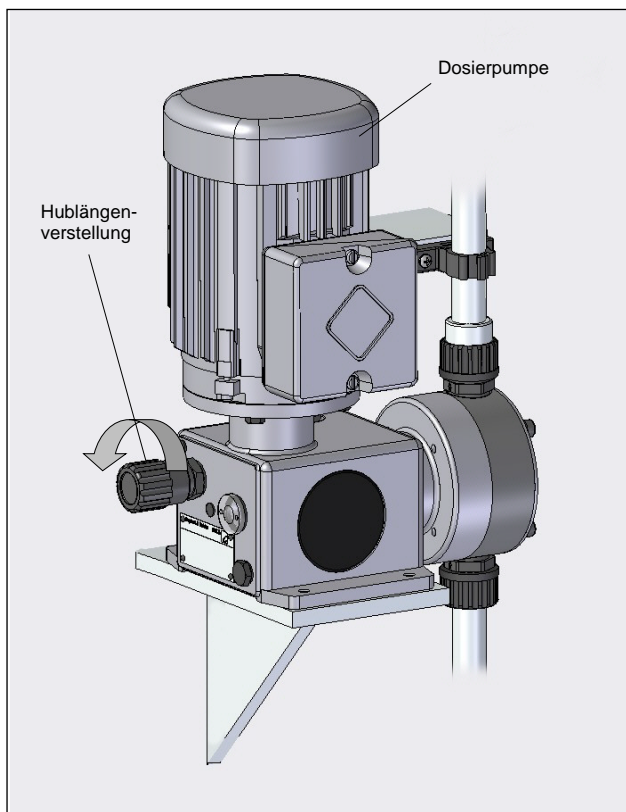

Abb. 08
- Förderstrom durch Hubfrequenz- oder Hublängenverstellung langsam bis zum Maximum erhöhen (siehe Abb. 08).